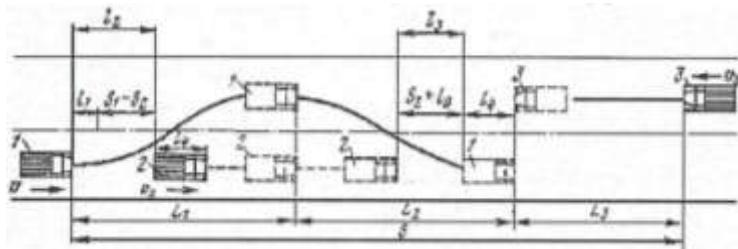

Рисунок 1 - Схема для определения расстояния видимости из условия обгона.
3. Определение расчетного расстояния видимости при обгоне. По этой схеме (рис. 1) расчет ведется из предположения, что обгоняющий автомобиль (автомобиль 1), двигающийся со своей скоростью  $v_1$ , обгоняет автомобиль 2, двигающийся со скоростью  $v_2$ , с выездом на полосу встречного движения. При этом принимаем участок дороги горизонтальным, скорость движения встречного автомобиля .